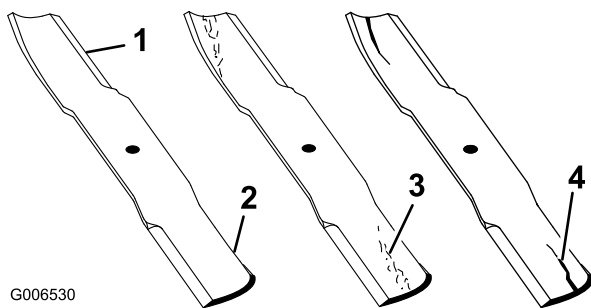

Figure 77
1. Examinez le tranchant des lames (Figure 77). Si les lames coupent mal ou présentent des indentations, déposez-les et aiguisiez-les (voir Aiguisage des lames).
2. Inspectez les lames, surtout la partie incurvée. Remplacez immédiatement toute lame fendue, usée ou qui présente une entaille (Figure 77).